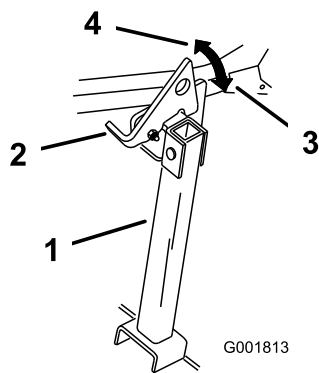

Figura 36
2. Levante el enganche a la posición desbloqueada (Figura 36).